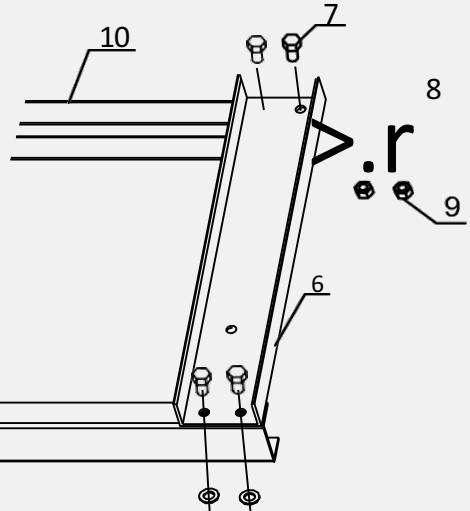

Рисунок 1
- Положите стойки рамы (10) на устойчивую, плоскую и ровную поверхность. Совместите отверстия на верхней балке (6) с отверстиями в верхней части стоек рамы (10) и закрепите их на месте с помощью болтов (7), шайб (8) и гайками (9). См. рис. 1.
- Установите стойки рамы (10) в вертикальное положение. Задвиньте каждую опору основания (19) под стойки рамы (10) и поместите нижнюю опору рамы (20) между ними. Выровняйте отверстия для болтов и вставьте болты (22) через стойки рамы, секции основания и нижнюю опору рамы, затем закрепите их шайбами (23) и гайками (24).
- Прикрепите боковые опоры основания (18) к стойкам рамы и опоре основания с помощью болтов (15), шайб (16) и гаек (17).